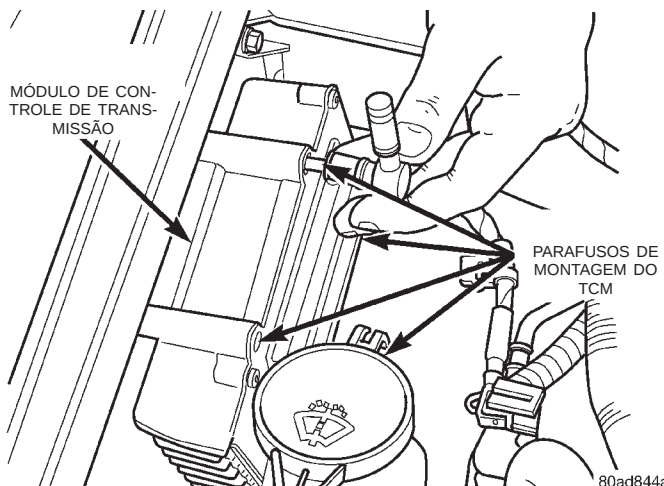
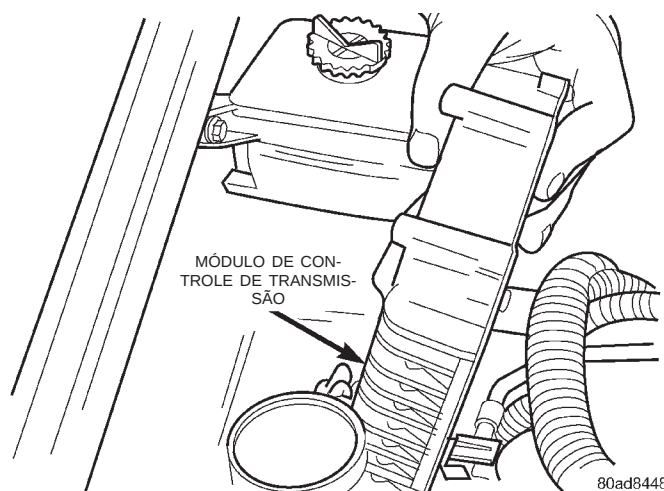

Fig. 25 Parafusos de Montagem
Fig. 26 Módulo de Controle de Transmissão
(2) Remova os parafusos de montagem do Módulo de Controle de Transmissão e levante o módulo do veículo (Fig. 25) (Fig. 26).